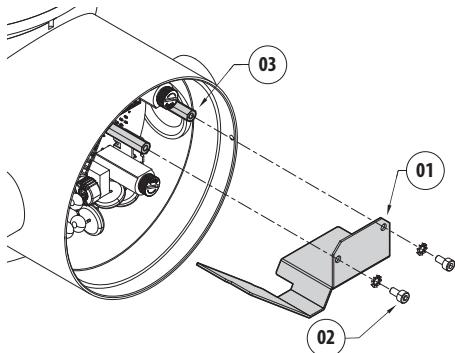
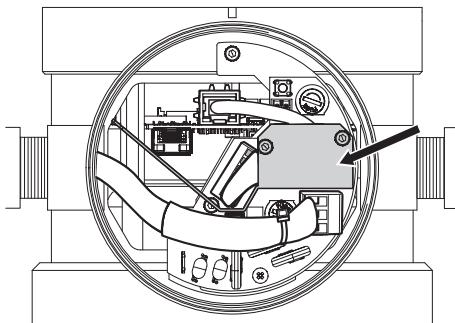

Fig. 17
Fig. 18
Fissare la barriera (01) con le apposite viti e rondelle (02) ai distanziali predisposti (03) (Fig. 17, pagina 102 ed Fig. 18, pagina 102).